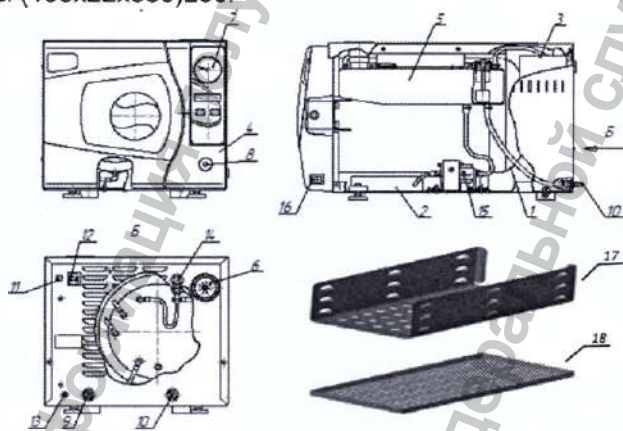
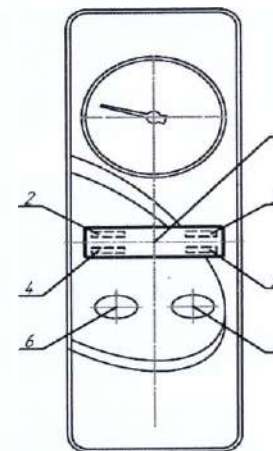

Рисунок 1 – Внешний вид стерилизатора парового ГКа-25-ПЗ в варианте исполнения КИУС.942711.004-06.
Рисунок 2 - Панель управления.
1.5.1 Основными сборочными единицами стерилизатора являются (см. рисунок 1): стерилизационная камера 1, парогенератор 2, конденсатор 3, блок управления 4, бачок для воды 5.
1.5.2 Стерилизационная камера имеет цилиндрическую форму и выполнена из нержавеющей стали (см. рисунок 1). На верхней крышке корпуса стерилизатора расположены отверстия для заливки дистиллированной воды в бачок для воды и проверки работы предохранительного клапана. На задней стенке корпуса стерилизатора расположен сливной штуцер из бачка для воды. Сливной штуцер должен находиться в закрытом положении. При транспортировании, хранении и т.п. необходимо открыть сливной штуцер и слить воду из бачка.
стерилизации отображается соответственно в левом и в правом углах верхней строки дисплея, в тот момент, когда не запущен режим стерилизации (см. рисунок 2).
Мановакуумметр (см. рисунок 1) предназначен для визуального
1.5.10 Фильтр бактериальной очистки (см. рисунок 1) предназначен для очистки атмосферного воздуха, поступающего в стерилизационную камеру на этапе выравнивания давления.
2.2.9 Подключить стерилизатор к сети. Перед подключением стерилизатора к питающей сети убедиться в том, что напряжение сети питания соответствует указанному в руководстве по эксплуатации и розетка питания имеет заземляющий контакт. Включить сетевой выключатель (поз. 16, рисунок 1).
2.3.1 Включите сетевой выключатель (поз. 16, рисунок 1), при этом включится подсветка дисплея и индицируется основное меню (см. рисунок 2).
При необходимости долейте воды в бачок для воды согласно п. 2.2.10. Стерилизатор готов к работе. Для запуска программы из основного меню (см. рисунок 2) нажмите кнопку ввода 7. При этом запускается последняя выбранная программа стерилизации (в данном случае – установленная